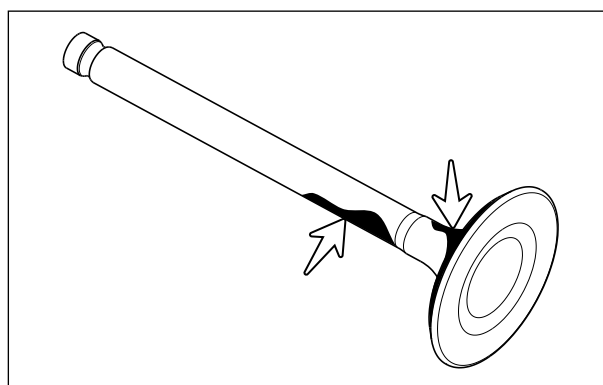

Fig. 3.60
- Os depósitos de carvão na haste da válvula (setas) esfregam continuamente na guia da válvula e isso resultará em aumento da folga entre a haste e a guia de válvula. Limpe a haste da válvula com solvente de limpeza. (Fig. 3.60)